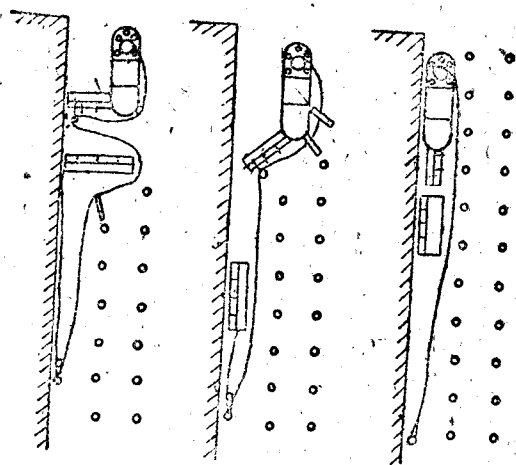

图 3
3. 傾斜 $0\sim 15^\circ$ ，直截盘方法(见图3):